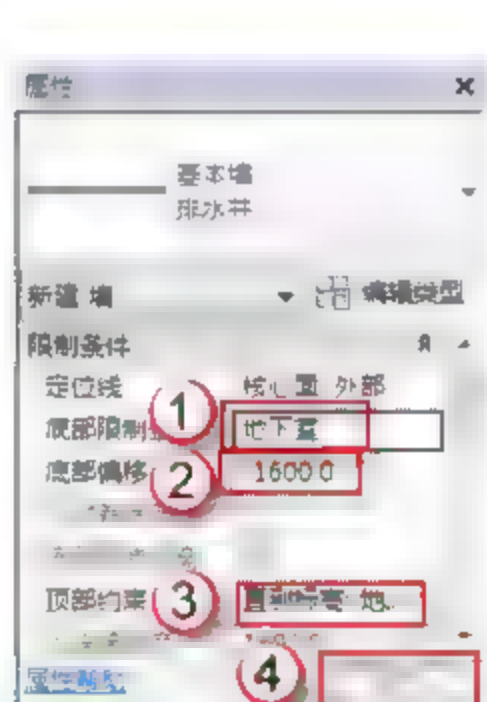

图 9.2.27 设置属性
(6) 设置“2500×1500×1600 排水井”的属性。在“属性”面板中，在“底部限制条件”中选择“地下室”，在“底部偏移”中输入“-1600”字样，在“顶部约束”中选择“直到标高：地下室”，然后单击“应用”按钮，如图 9.2.27 所示。